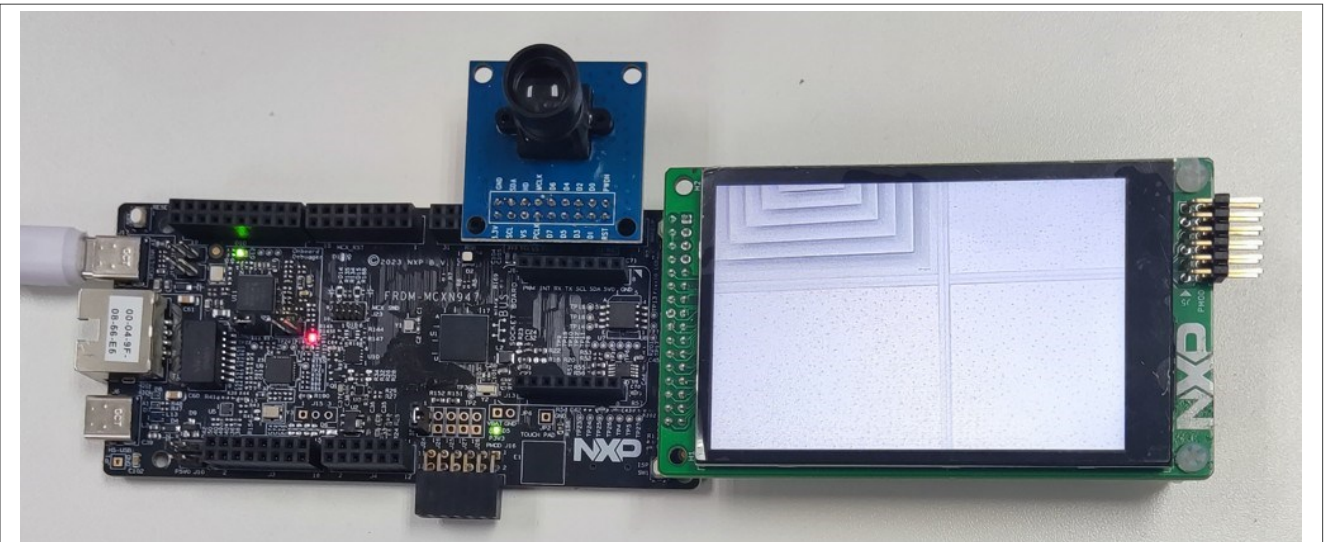

图4. 演示
3. 参照图4中的接口连接，将摄像头连接到MCU。
5. LCD显示来自摄像头的视频帧，参见图4。